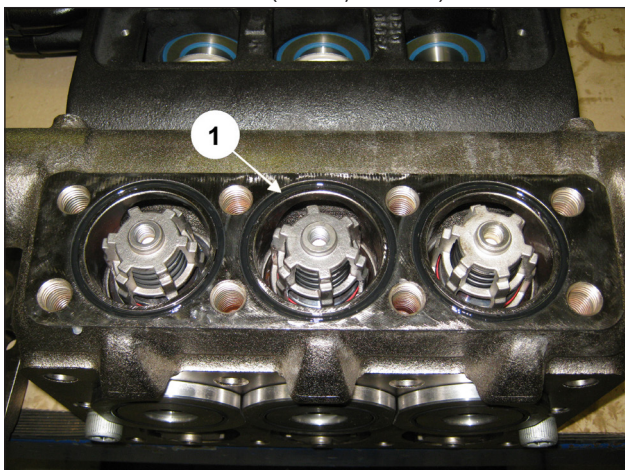

Рис. 146
Установите фронтальное уплотнительное кольцо O-ring на нагнетательные клапаны (поз. ①, Рис. 146).